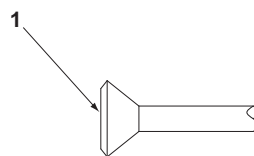

Bild 14
- När du gör en flänskoppling ska du bestryka enbart flänsens inre yta med eterolja eller esterolja. (Se bild 14) Vrid sedan kragmuttern 3–4 gånger för hand och skruva in muttern.